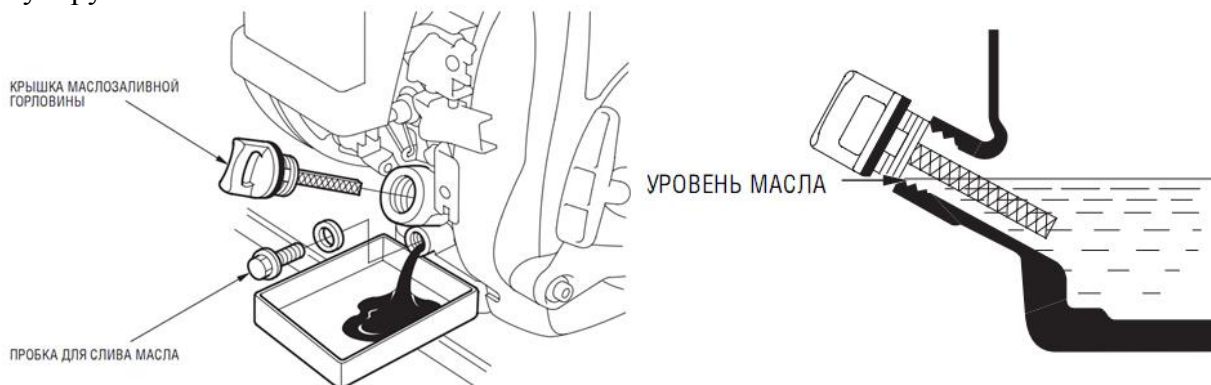

Рис.17
ЗАМЕНА МОТОРНОГО МАСЛА (рис.17)
1. Открутите крышку/щуп картера (рис.11, рис.17).
2. Открутите пробку для слива масла (рис.1) и слейте масло в специальную емкость (рис.17)